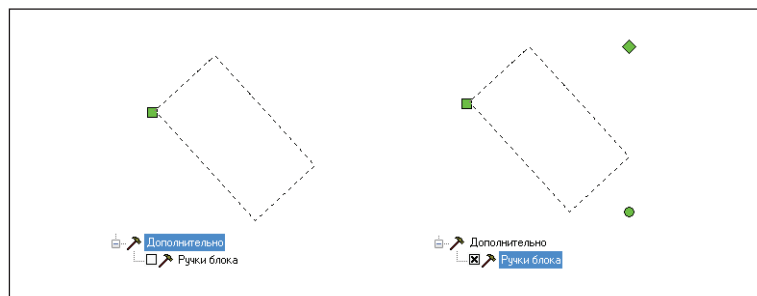

Рис. 22. Отображение дополнительных "ручек" блока
- добавлена возможность управления показом дополнительных "ручек" (поворот, масштаб) для объекта типа блока (рис. 22);